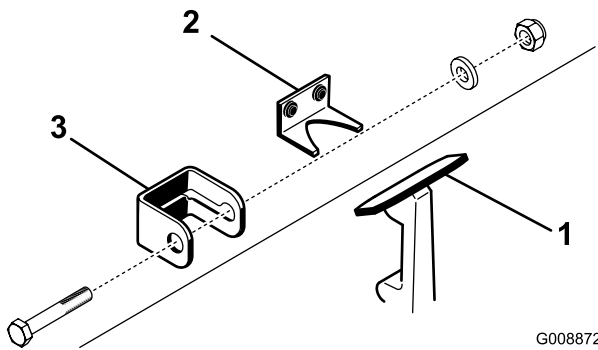

Figura 6
1. Desenganche el cierre del capó del cerradero del capó.(Figura 6).
2. Deslice el seguro de cierre del capó sobre el cierre (Figura 6).
3. Enganche el cierre en el cerradero del capó (Figura 6).
4. Inserte un perno (1/4 x 1-1/2 pulgadas) a través del seguro de cierre del capó y fíjelo con una arandela plana y una contratuerca (Figura 6).